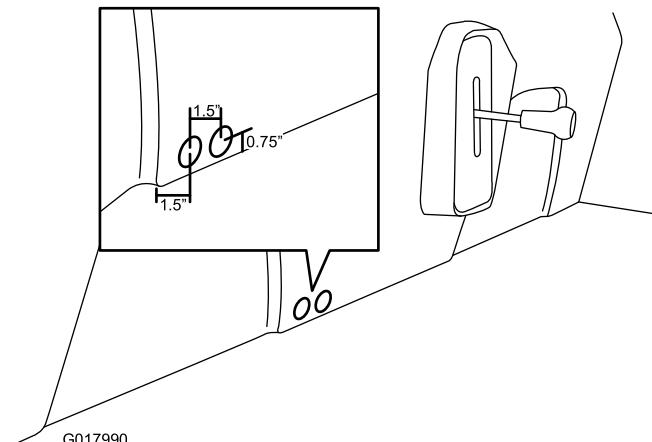

Figura 19
1. Marque e faça 2 furos na base do banco utilizando uma broca de 2,5 cm (Figura 19). Certifique-se de que perfura ambas as camadas de plástico.